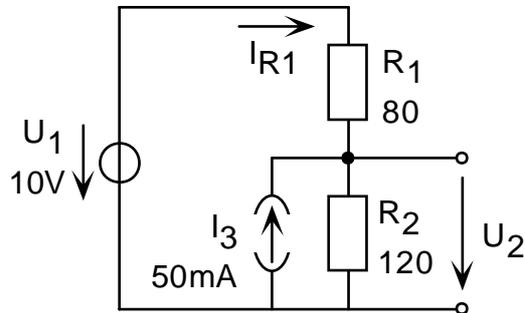

Abbildung 1.8
Die Schaltung in Abbildung 1.8 ist in eine äquivalente Spannungsquelle umzuwandeln.
- (f) Ersetzen Sie die Schaltung in Abbildung 1.8 durch eine äquivalente Spannungsquelle mit der Quellenspannung U_o und dem Ausgangswiderstand Z_{out} und schreiben Sie die richtigen Zahlenwerte an die Bauelemente U_o und Z_{out} . **(2P)**
- (h) Bedenken Sie, wie U_o berechnet wurde und schreiben Sie U_o als Funktion der in Abbildung 1.8 vorgegebenen Werte U_1 , I_3 , R_1 , R_2 (nur Formel). Sie dürfen auch Z_{out} in dieser Formel verwenden, wenn es sie vereinfacht. **(4P)**
- (i) Bedenken Sie, wie sich I_o aus U_o ermitteln läßt und schreiben Sie I_o als Funktion der in Abbildung 1.8 vorgegebenen Werte U_1 , I_3 , R_1 , R_2 (nur Formel). Sie dürfen auch Z_{out} in dieser Formel verwenden, wenn es sie vereinfacht. **(2P)**